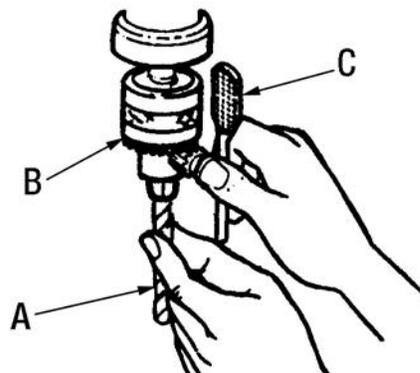

FIGURE 18
Insérez le foret (A) Fig.18 dans les mâchoires du mandrin (B) de façon à assurer la meilleure prise possible des mâchoires. Lorsque vous vous servez d'un foret court, ne l'insérez pas profondément pour que les mâchoires touchent aux cannelures du foret.